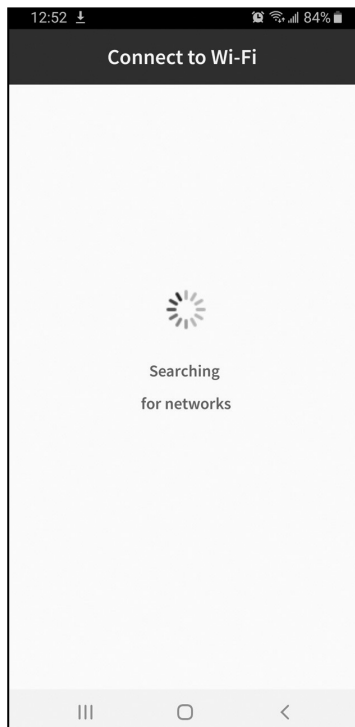

**Fig. 5**
5. Rechercher des appareils et sélectionner l'appareil dans la liste (**Fig. 5 & 6**).